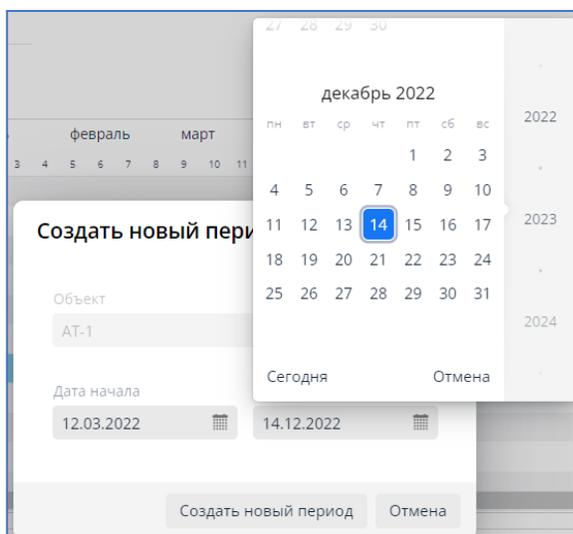

рис. 11.6. Выбор даты с помощью календаря
- вводить даты вручную с помощью клавиатуры или выбрать из календаря (см. рис. 11.6.).
- Изменить даты с помощью клавиатуры или выбрать из календаря (см. рис. 11.6.).